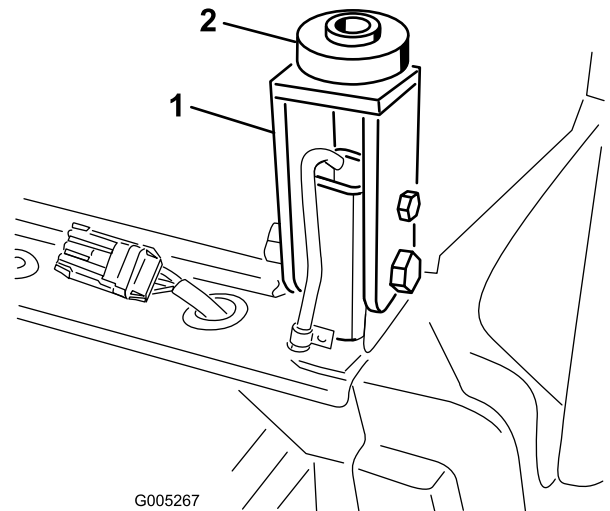

Figura 116
26. Instale un taco de goma en cada punto de montaje trasero de la cabina (Figura 116).